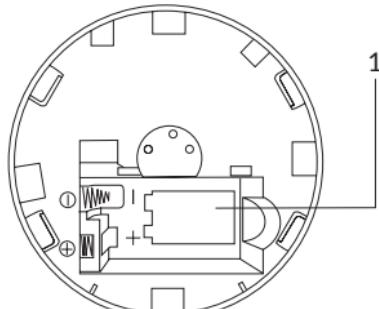

Рис. 3
6.2. Вставить в устройство питающую батарею (рис. 3, поз. 1).